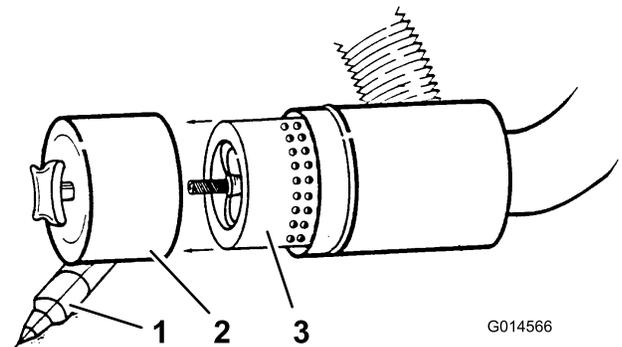

Figura 35
3. Togliete il filtro e sostituitelo (Figura 35).